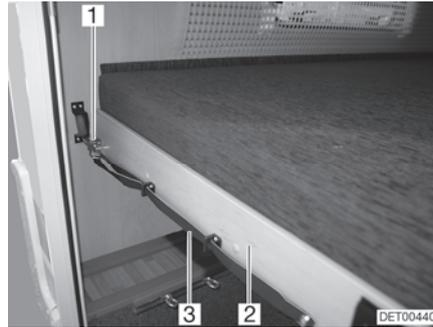

Fig. 77 Litera (parte trasera)
- Tirar del lazo (Fig. 77,3) y soltar el pestillo (Fig. 77,1).
- Tirar el somier (Fig. 77,2) junto con el colchón hacia delante hasta que engatille.